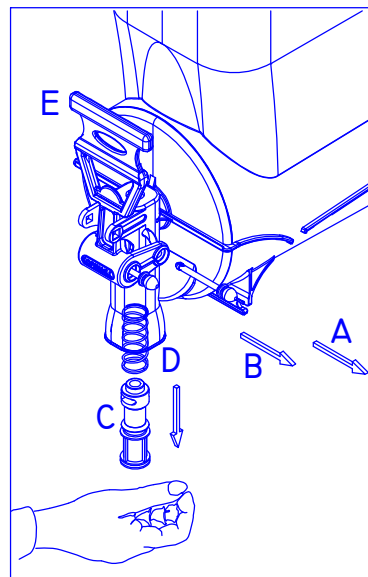

Fig. 11
6.1 Desmontaje del grifo (fig. 11)